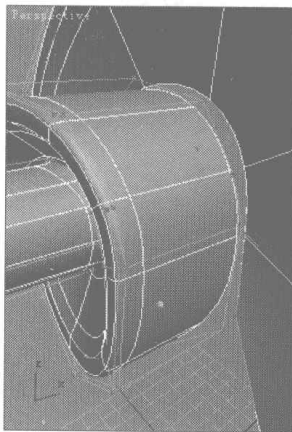
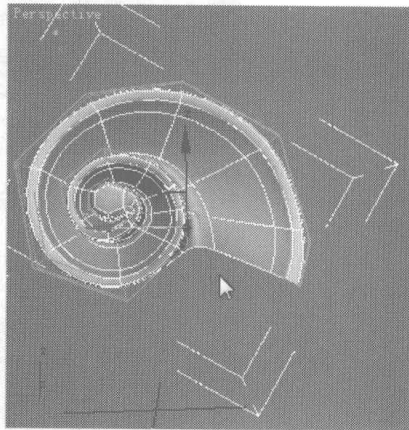

图 5.195
图 5.196
- 09 调整模型上的点到如图 5.195 所示的位置。单击 **Target Weld** 按钮，焊接边，焊接结果如图 5.196 所示。